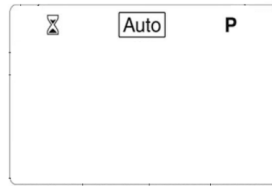

Fig. 17
- 1) accionar el pulsador de navegación (▶), hasta que aparezca contorneado el símbolo **Auto** de funcionamiento automático, como en Fig. 17;